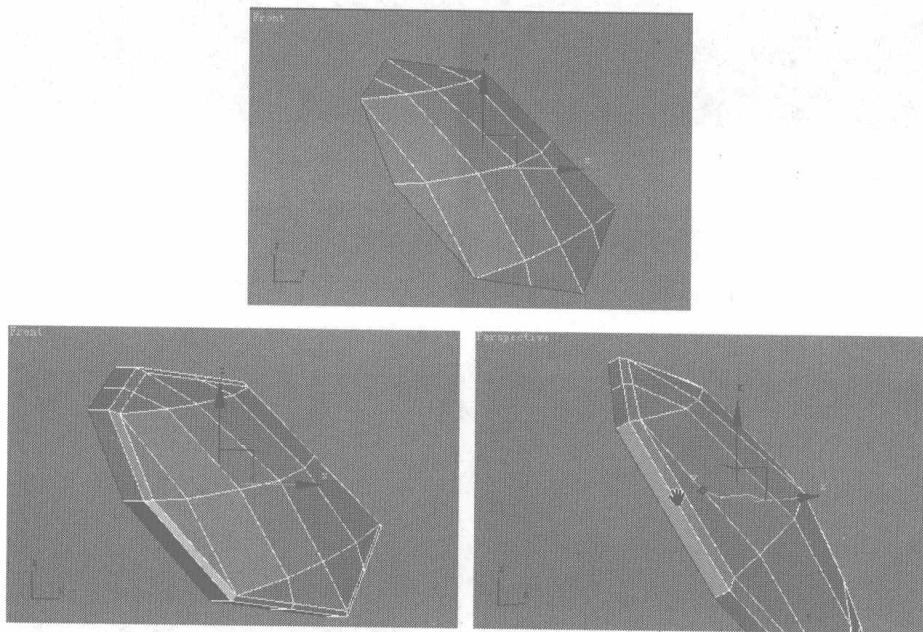

图 7.161
- 10** 隐藏车灯以外的模型, 调整节点的位置, 单击右键, 在弹出的快捷菜单中选择 **Unhide All** 命令, 隐藏其他模型。选择面片的边缘曲线, 按住 Shift 键, 连续两次复制面, 并调整曲线的位置, 如图 7.161 所示。